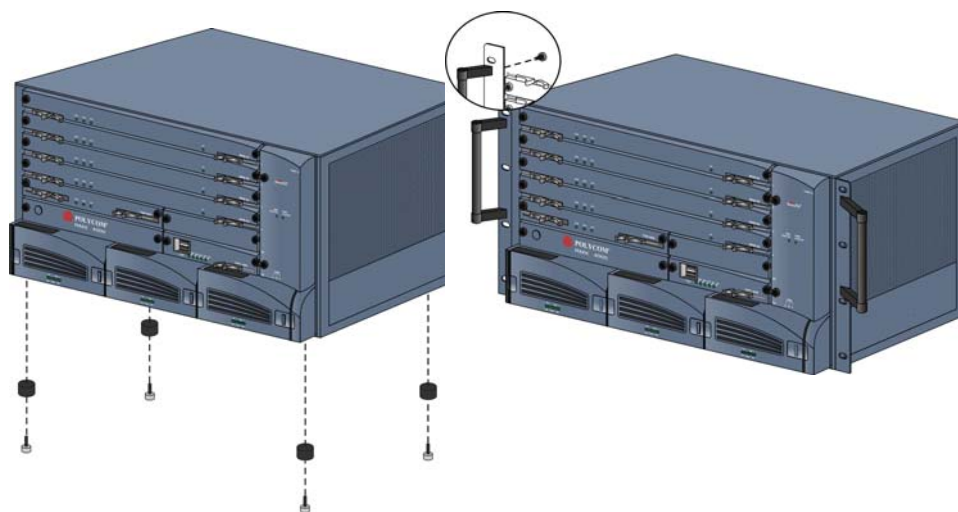

図 1-1 オプション - 脚部とハンドルの取り外し
- オプション - 設置場所の状況に応じて、ラックによっては、RMX 4000 に付属のハンドルを取り外す必要があります。図 1-1、「オプション - 脚部とハンドルの取り外し」に示すように、ハンドルをシャーシから取り外します。
- オプション - RMX 4000 を取り付けるラック用の空間がちょうど 6U の場合、RMX 4000 から脚部を取り外してラックに取り付けます。図 1-1、「オプション - 脚部とハンドルの取り外し」に示すように、脚部をシャーシから取り外してください。